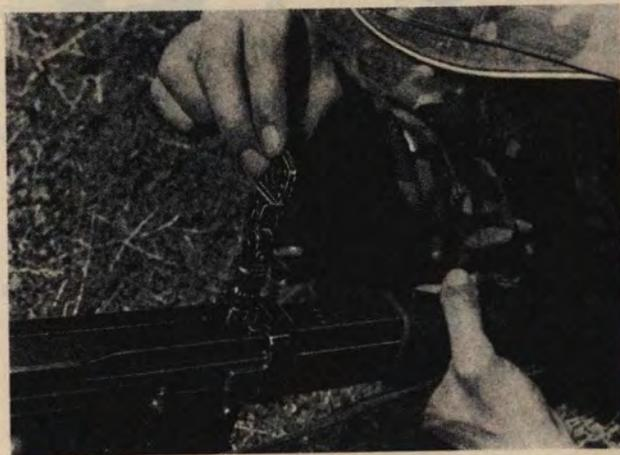

Bild 46
- 61 Bei Dämmerung und in der Nacht wird zum Schießen gegen schwach beleuchtete Ziele das **Nachtsvisier** auf das normale Lochvisier gesteckt (Bild 46). Das Nachtkorn im Kornschutz wird in Zielmitte und die beiden kleinen Leuchtpunkte auf dem Nachtsvisier werden auf gleiche Höhe gebracht (Bild 47). Wenn es die Lage gestattet, sollen Nachtsvisier und Nachtkorn kurz vor Gebrauch mit der Taschenlampe angeleuchtet werden.